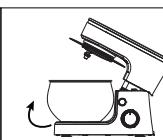

Рис.3
- Установите чашу (5) на место установки (7) и поверните её по часовой стрелке до упора (рис. 3).